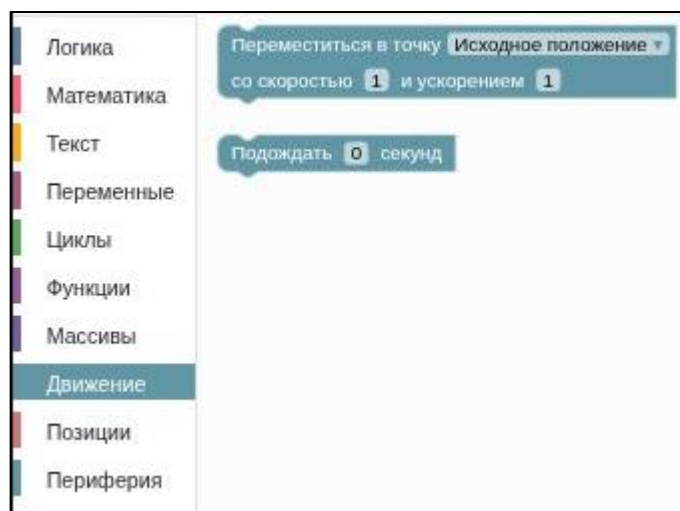

Рисунок II-22 – Раздел «Движение»
- Раздел «Движение» (см. Рисунок II-22):